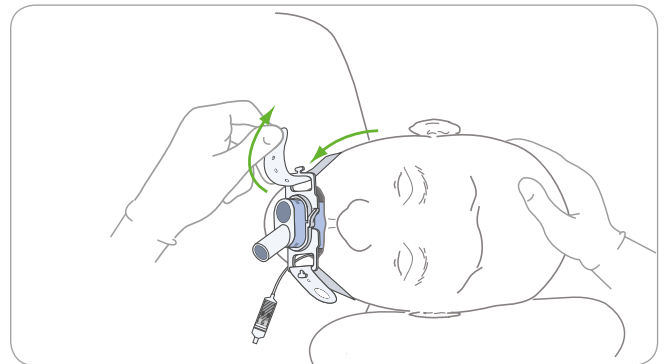

図 14. ストラップの固定されていない部分は、患者の頭部の後ろと周囲に通し、ホルダーの右ハンドルに固定します。
- 左側臥位で、ストラップの末端をホルダーのリング部分を通してループさせて、ストラップの一方をハンドルの左側に固定し、さらにストラップを外側にあるフックに固定します。ストラップの固定されていない部分は、患者の頭部の後ろと周囲に通します。ストラップを右のホルダーを通して引っ張り、十分な張力を加えて、所定の位置に保持してから、図 14 に示すように、ホルダーの右ハンドルに固定します。